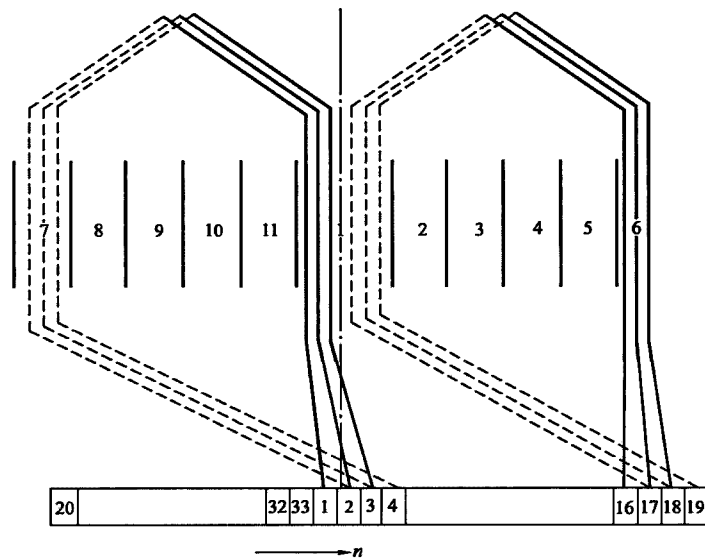

图 5-2 G40/40 型、G60/40 型转子绕组展开图
2. G40/40 型、G60/40 型转子绕组展开图（见图 5-2）